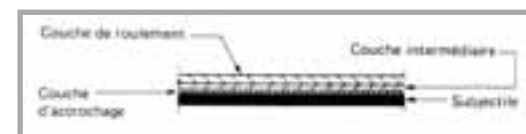

Figure 3
- ◆ les revêtement ultra-minces, dont l'épaisseur est inférieure à 1 cm, sont composés d'une couche ou d'accrochage au liant pur ou légèrement additivé avec des fines minérales formant également la couche d'étanchéité sur laquelle est appliquée une ou plusieurs couches de liant gravillonné ou des enrobés coulés à froid (figure 3).